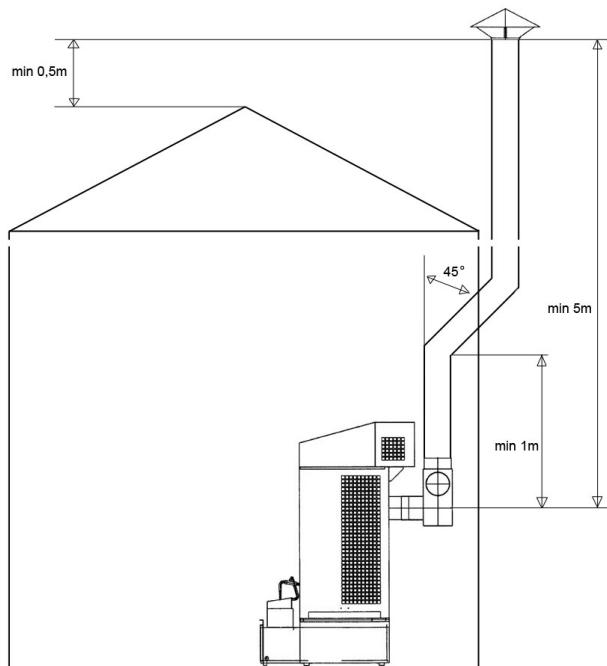

Fig. 2
► Fig. 2 Инсталациране на комина